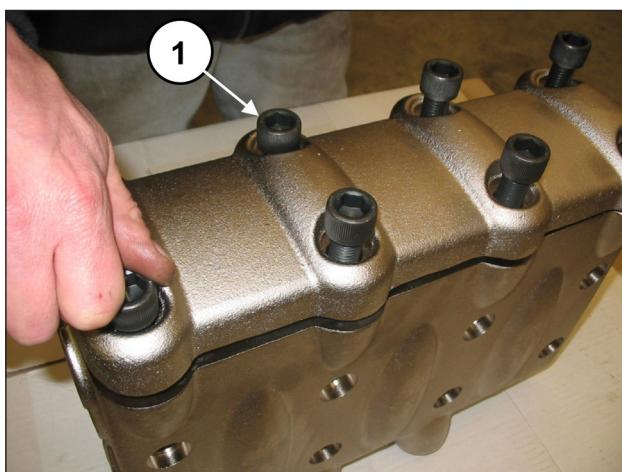
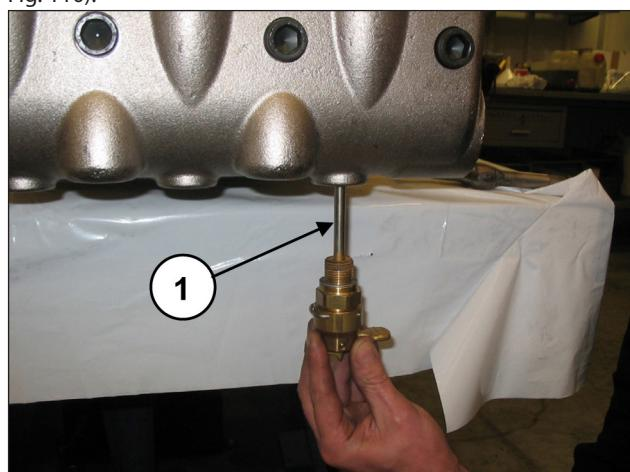

Fig. 107
Fig. 108
Serrer les 8 vis M16x180 en partant des 4 vis internes et en les croisant (voir Fig. 107), puis passer aux 4 vis externes, toujours en croix.
Monter la tête sur le carter de pompe (rep. ①, Fig. 107) en ayant soin de ne pas heurter les pistons puis visser les 8 vis M16x180 (rep. ①, Fig. 108).